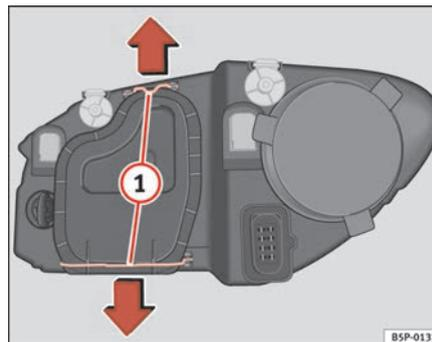

Fig. 184 Médios
- Desloque os tirantes ⇒ página 266, fig. 184 ① no sentido da seta e puxe a tampa.